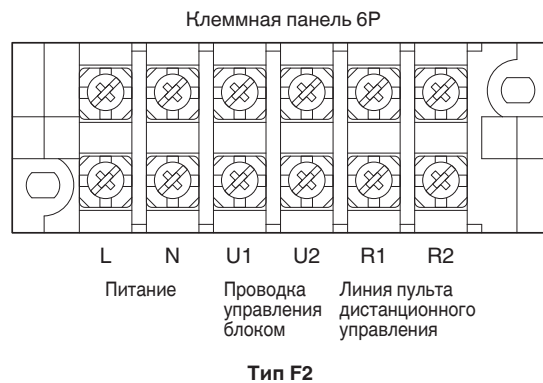

Рис. 4-2
- (1) См. Раздел 4-2. «Рекомендуемая длина и диаметр проводки для системы питания» для получения пояснений размеров «В», «С», «D» и «E» на приведенной выше схеме.
- (2) На принципиальной схеме соединений внутреннего блока показаны клеммные панели, однако клеммные панели вашего оборудования могут отличаться от данной схемы. (Рис. 4-2)
- (3) Перед включением питания необходимо установить адрес цепи хладагента (R.C.).
- (4) Что касается установки адреса пульта дистанционного управления, см. инструкции по установке, прилагаемые к пульту дистанционного управления (дополнительное оборудование). Установка адреса может автоматически выполняться пультом дистанционного управления. См. инструкции по установке, прилагаемые к пульту дистанционного управления (дополнительное оборудование).